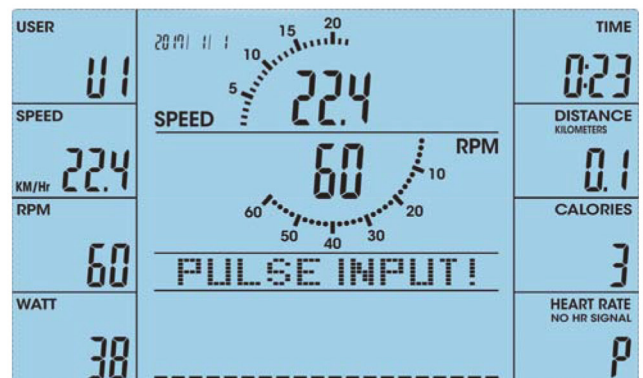

Abb. 43
5. Um die Zieleingabe zu überspringen und direkt mit dem Training zu beginnen, drücken Sie START/STOP (Abb. 43).
Wenn für sechs Sekunden keine Pulseingabe erfolgt, zeigt der LCD Bildschirm „PULSE INPUT“ als Erinnerung an, bis ein Puls erkannt wird (Abb. 43).